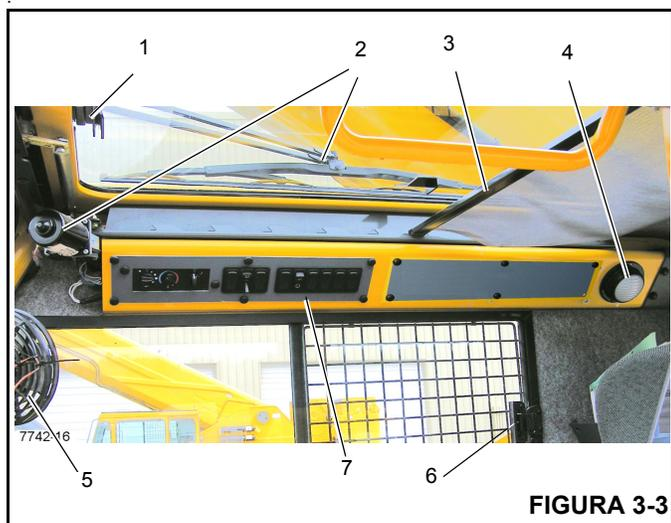
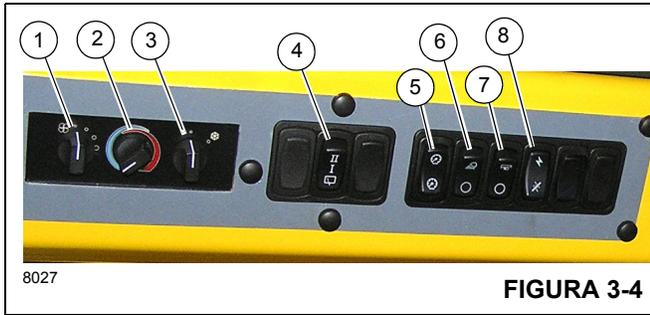

FIGURA 3-3
Figura 3-4 - Números de artículos
El pestillo de la ventana del techo (1, (Figura 3-3)) se encuentra en la parte delantera de la ventana. Apriete el pestillo y deslice la ventana hacia atrás para abrirla. Para cerrar, deslice la ventana hacia adelante hasta que el pestillo se trabe.
El limpiacristal de la ventana del techo (2, Figura 3-3) se controla por medio del interruptor del limpiacristal de la ventana del techo (4, Figura 3-4), y su funcionamiento es controlado por el motor del limpiacristal.
La visera de la ventana del techo (3, Figura 3-3) se utiliza para reducir la luz solar directa. La visera es autorretraíble y se puede utilizar para filtrar el ingreso de luz solar o se puede ajustar hacia atrás y trabarse en las muescas provistas.
La luz interior de techo (4, Figura 3-3) se encuentra en la esquina trasera derecha de la consola superior de la cabina y provee iluminación a la cabina. La luz de techo interior se controla por medio de un interruptor ubicado en la lámpara misma.
El ventilador de circulación de la cabina (5, Figura 3-3) se encuentra en el lado delantero izquierdo de la cabina, encima del marco de la ventana. Una unión giratoria permite girar el ventilador y en su base se encuentra el interruptor de control. El interruptor tiene las posiciones alta, baja y apagado.
La ventana del lado derecho de la cabina se puede abrir. Apriete el pestillo (6, Figura 3-3) para soltar la traba y deslice la ventana hacia adelante. Para cerrar, deslice la ventana hacia atrás hasta que el pestillo se trabe.
El interruptor del ventilador del calefactor/acondicionador de aire (1) (Figura 3-4) controla la velocidad del ventilador de la cabina. La velocidad del ventilador controla el volumen de salida de aire calentado (o la salida de aire enfriado) del ventilador. Los ajustes son apagado, velocidad baja, velocidad mediana y velocidad alta.
El interruptor de control del calefactor (2) (Figura 3-4) controla la intensidad de la temperatura de calefacción. Gire el interruptor hacia la derecha (sentido horario) para abrir la válvula para la calefacción. (El calor proviene del fluido calentado que circula por el serpentín del calefactor.) Gire el interruptor hacia la izquierda (sentido contrario) para cerrar la válvula para detener la circulación del fluido y reducir el calor.
El interruptor del acondicionador de aire (3) (Figura 3-4) controla el funcionamiento del sistema de acondicionamiento de aire opcional. Los ajustes son apagado (O) y encendido (I).
El limpiacristal eléctrico se usa para quitar la humedad de la ventana en el techo. El limpiacristal de la ventana del techo es controlado por el interruptor del limpiacristal (4) (Figura 3-4). Éste es un interruptor de 3 posiciones, APAGADO, velocidad BAJA y velocidad ALTA (OFF/LOW/HIGH).
El interruptor del atenuador de luces de tablero (5) (Figura 3-4) controla la iluminación de los controles del calefactor/acondicionador de aire que se encuentran en la parte superior y el medidor de temperatura de aceite de la transmisión (7) (Figura 3-3); presione el interruptor para aumentar o reducir la iluminación del tablero.
El interruptor de luces de trabajo (6) (Figura 3-4) controla las luces de trabajo de la grúa montadas en la parte delantera inferior de la cabina de la superestructura. Presione la parte superior del interruptor para encender las luces de trabajo. Presione la parte inferior del interruptor para apagar las luces de trabajo.
El interruptor de las luces de la pluma (7) (Figura 3-4) se encuentra en el tablero de la pantalla lateral. Este interruptor de dos posiciones (ON/OFF) controla el funcionamiento de los proyectores de la pluma. Presione la parte superior del interruptor para encender las luces de la pluma; presione la parte inferior del interruptor para apagar las luces de la pluma.
El interruptor de alimentación de funciones de grúa (8) (Figura 3-4) se encuentra en el tablero de la pantalla lateral. Este interruptor de dos posiciones (ON/OFF) permite al operador desconectar la energía eléctrica de las funciones de la grúa controladas por los controladores hidráulicos en los apoyabrazos. Al colocar el interruptor en la posición de APAGADO se impide el accionamiento inesperado de las funciones si se tocan los controladores durante el transporte u otra operación. Cuando el interruptor está en la posición de apagado (OFF), también se bloquea el funcionamiento del malacate de alta velocidad.